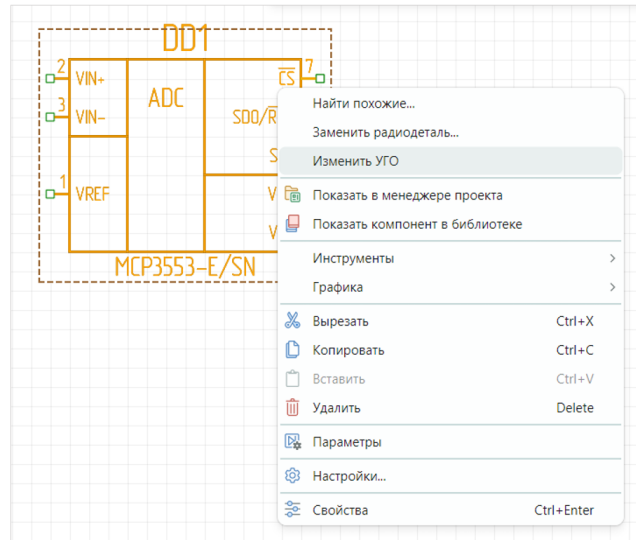

Рис. 33 Вызов функции редактирования УГО на схеме
1. Выберите на схеме УГО компонента, вызовите контекстное меню и выберите пункт «Изменить УГО», см. Рис. 33.